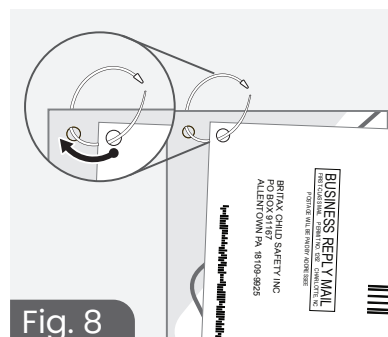

Fig. 8
2. **Pase** el nuevo cordón por el agujero circular de la nueva guía del usuario y las nuevas tarjetas de registro (fig. 8).